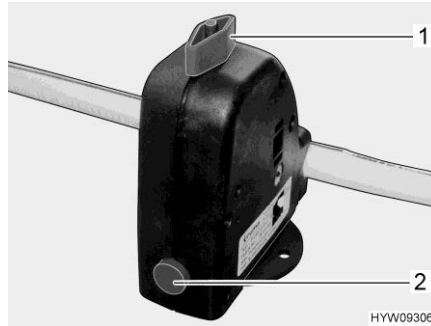

Bild 211 Säkerhets-/avtappningsventil (varmvattenberedare)
Varmvattenberedaren är utrustad med en säkerhets-/avtappningsventil (Bild 211). Säkerhets-/avtappningsventilen gör så att vattnet i varmvattenberedaren inte kallnar när det är frost och värmen inte är påslagen.
- Stäng säkerhets-/avtappningsventilen. Ställ vredet (Bild 211,1) diagonalt mot säkerhets-/avtappningsventilen och tryck in tryckknappen (Bild 211,2).
- Öppna säkerhets-/avtappningsventil. Vrid då vredet (Bild 211,1) mot säkerhets-/avtappningsventilen. Tryckknappen (Bild 211,2) skjuts ut. Nu töms varmvattenberedaren via säkerhets-/avtappningsventilen utomhus.